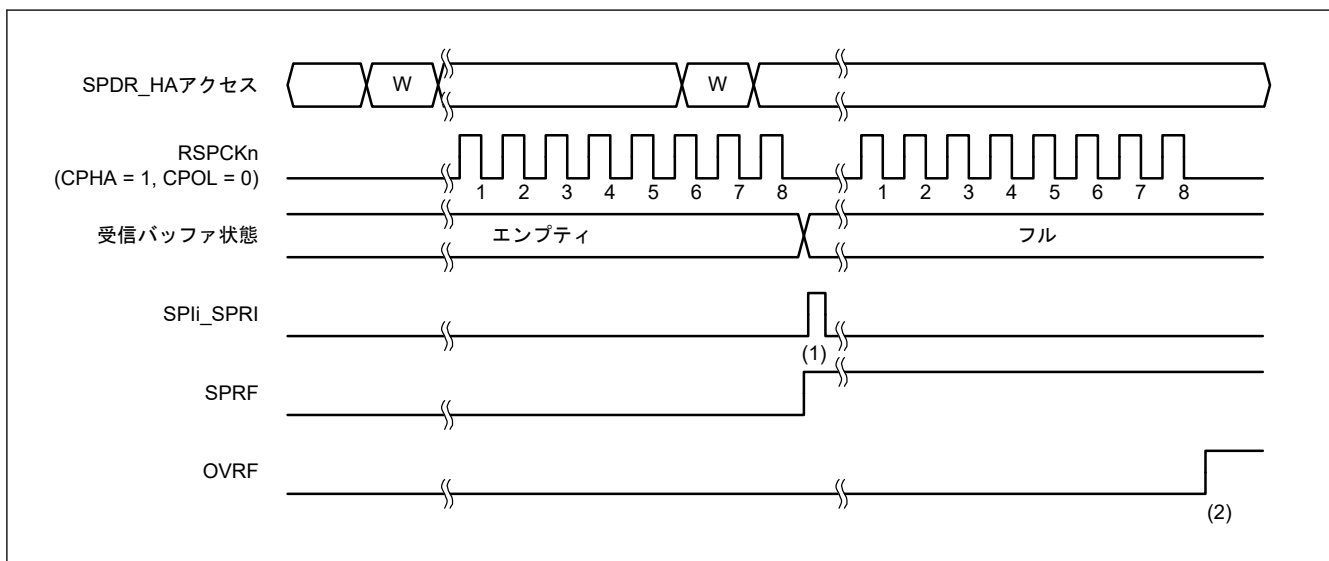
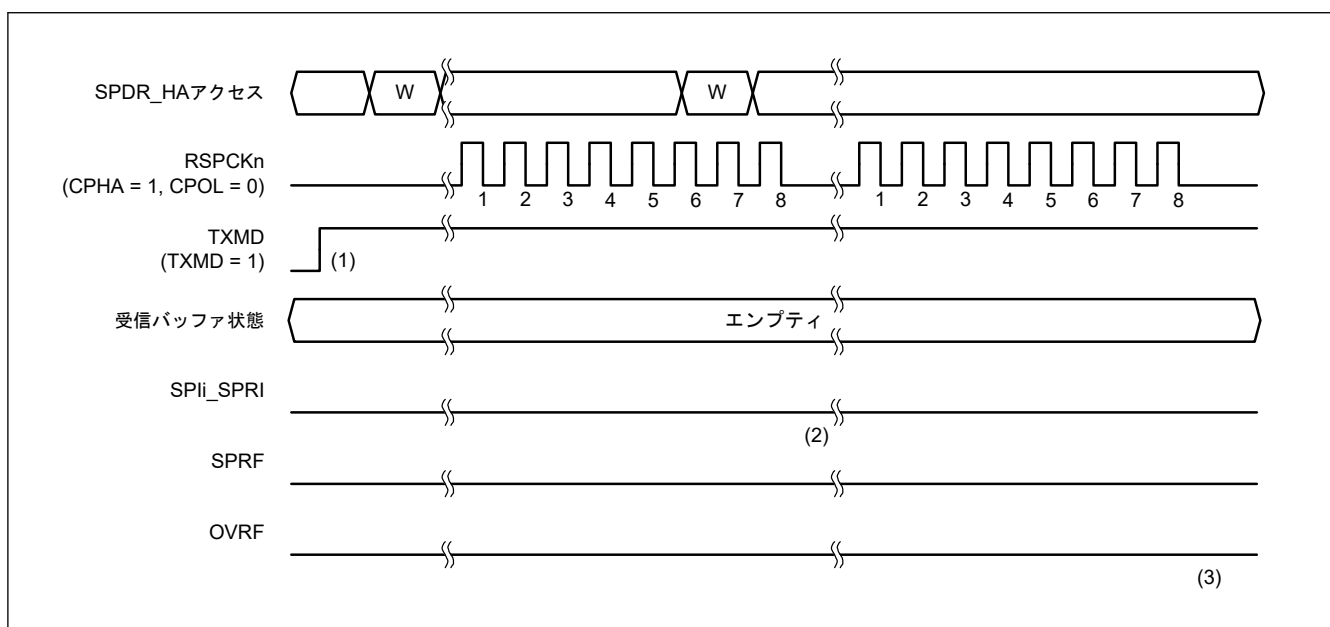

図 28.24 SPCR.TXMD = 0 の動作例
図 28.25 SPCR.TXMD = 1 の動作例
通信動作モード選択ビット (SPCR.TXMD) の設定により、全二重同期式シリアル通信または送信のみの動作が選択できます。図 28.24 および 図 28.25 に記載した SPDR アクセスは、SPDR レジスタへのアクセス状況を示しています。W は書き込みサイクルを示しています。
図 28.24 に、通信動作モード選択ビット (SPCR.TXMD) を 0 にした場合の動作例を示します。この例では、SPCMD0.CPHA ビットが 1、SPCMD0.CPOL ビットが 0 の設定で、SPI が 8 ビットのシリアル転送を実行しています。RSPCKn 波形の下に記載した数字は、RSPCK サイクル数 (= 転送ビット数) を示しています。
以下に、図 28.24 の (1)、(2) に示したタイミングでのフラグ動作を説明します。
図 28.25 に、通信動作モード選択ビット (SPCR.TXMD) を 1 にした場合の動作例を示します。この例では、SPCMD0.CPHA ビットが 1、SPCMD0.CPOL ビットが 0 の設定で、SPI が 8 ビットのシリアル転送を実行しています。RSPCKn 波形の下に記載した数字は RSPCK サイクル数 (= 転送ビット数) を示しています。
以下に、図 28.25 の (1)~(3) に示したタイミングでのフラグの動作内容を説明します。